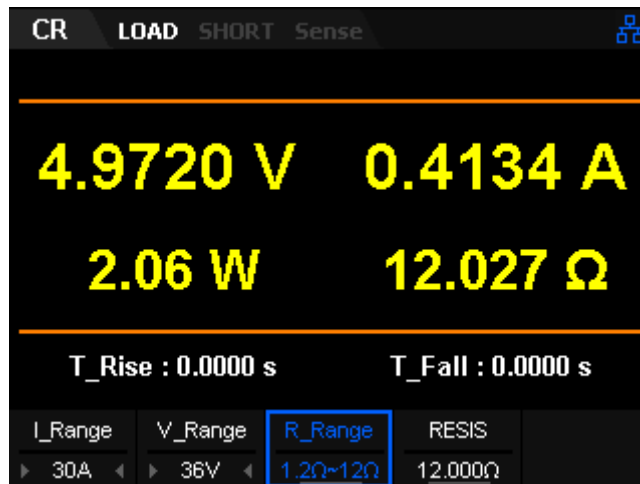

Abbildung 2-9 Hauptschnittstelle des CR-Modus
2. Drücken **CR** um in die Hauptschnittstelle des CR-Modus zu gelangen, wie in Abbildung 1 dargestellt. Abbildung 2-9.